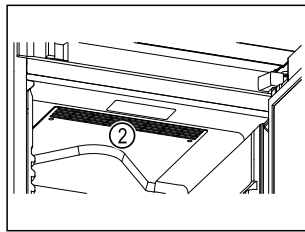

Fig. 62
- ☐ Ventilatiesleuf *Fig. 62 (2)* van de ventilator in de binnenruimte vrijhouden.